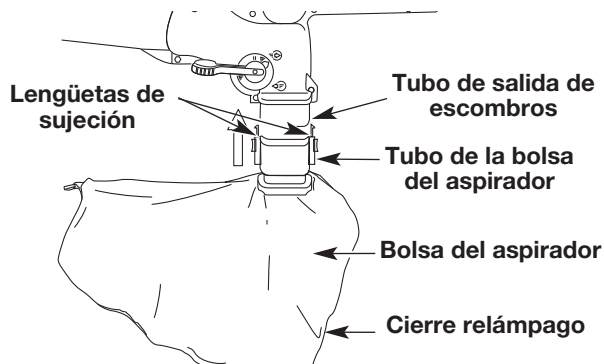

Fig. 4
2. Deslice el tubo de la bolsa del aspirador sobre el tubo de salida de escombros del bastidor. Empuje el tubo hasta que las lengüetas de sujeción de ambos lados se traben en su lugar, asegurando la bolsa en la unidad (Fig. 4).